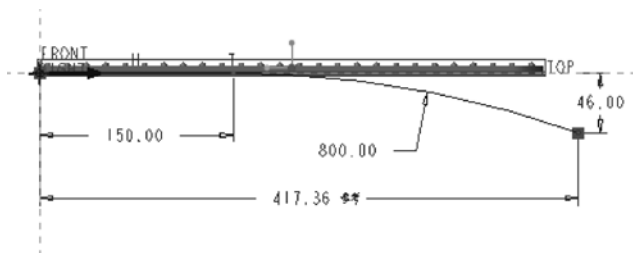

图 6-34 草绘骨架轨迹线
- 6 草绘骨架轨迹线，如图 6-34 所示。单击“确定”按钮